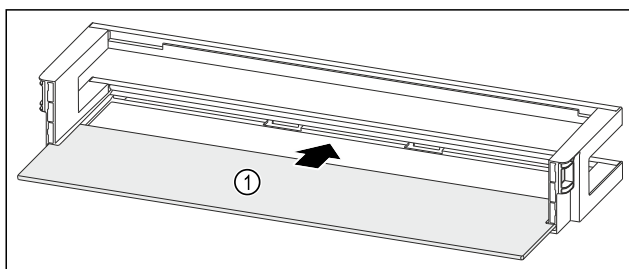

Fig. 262 Dveřní přihrádka s odkládací plochou
- ▶ Odkládací plochu Fig. 262 (1) zasuňte do bočních vybrání.